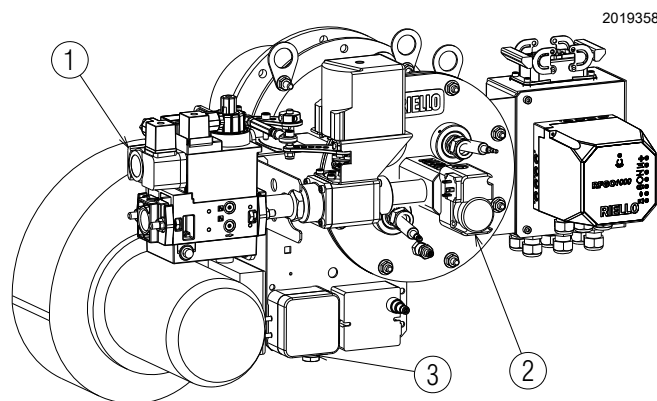

图 20
- 调节燃气低压开关至量程的起始位置（位置 1 图 20）。
- 调节燃气高压开关至量程的终止位置（位置 2 图 20）。
- 调节风压开关至量程的终止位置（位置 3 图 20）。